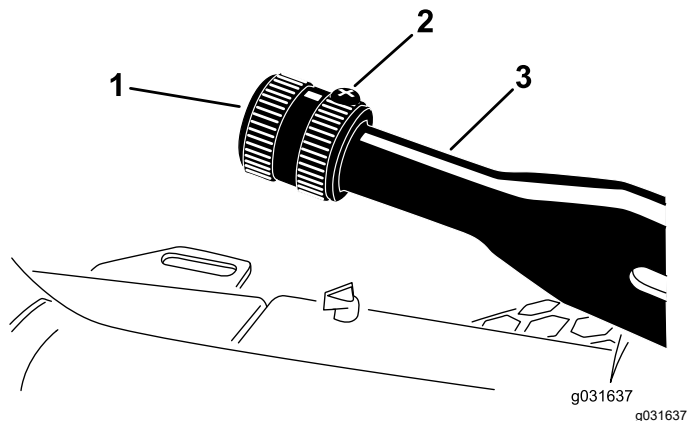

図 60
1. 調整ノブをブレーキレバーに固定している固定ねじをゆるめる 図 60。